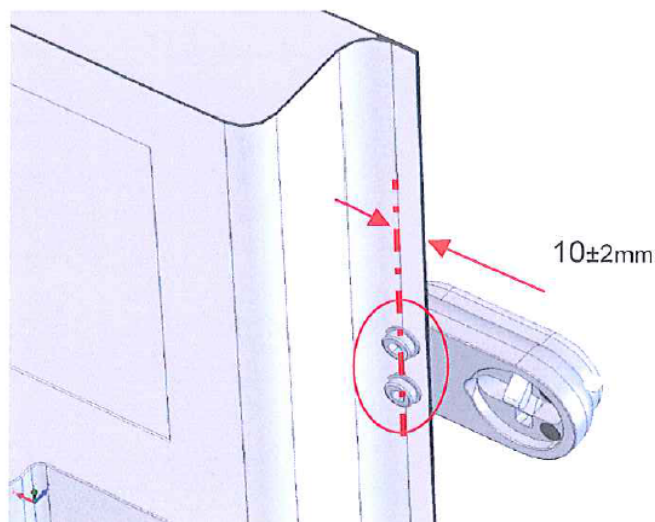

Fig. 5
- Les deux premiers trous de 9 mm doivent se trouver à environ 10 ± 2 mm de la bordure verticale de la porte ouvrante (voir fig. 5). Cette surface est particulièrement résistante. La marge indiquée doit être respectée pour que les têtes de boulons cylindriques M8 puissent être fixées dans la bordure, sans jamais la dépasser.
La fixation du boîtier nécessite généralement de faire des trous sur la bordure extrême de la porte et d'utiliser deux boulons M8 à tête ronde. Avant le perçage, vérifiez que la tête du boulon M8 ne dépasse pas de la bordure (voir fig. 5).